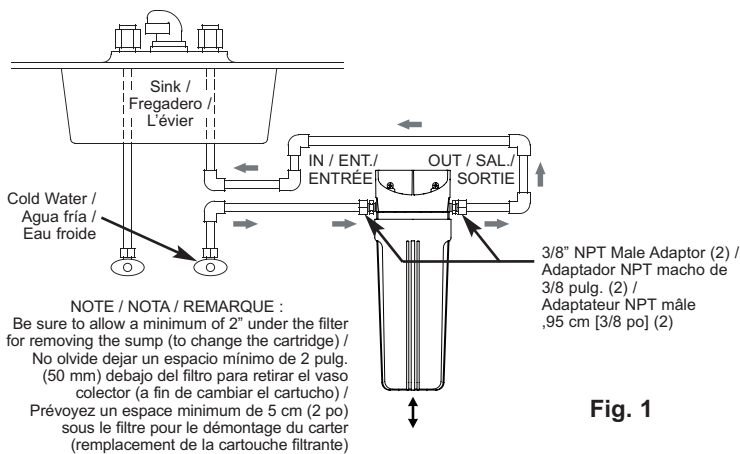

Fig. 1
To filter water to a faucet, install the filtration system on the COLD supply water pipe to that faucet (See Figure 1).
3. Cut out a section of the COLD water supply pipe several inches long, as needed to install the filter as shown in Figure 1.
5. With the IN side of the water filter toward the incoming water, make connections, as shown in Figure 1. When tightening compression nuts, be sure to use a second wrench to hold the 3/8" NPT fitting while turning the nut.
1. Close the water supply shutoff valve to the filter (See Figure 1). To relieve pressure in the filtration system, open the cold water house faucet downstream of the filter.
8. Partially open the faucet downstream of the filtration system. Then, slowly open the water supply shutoff valve (See Figure 1) and allow the filter housing to fill with water.
Pour filtrer l'eau à un robinet, installez le système de filtration sur le tuyau d'alimentation d'eau FROIDE du robinet (voir figure 1).
3. Coupez une section du tuyau d'arrivée d'eau FROIDE sur plusieurs centimètres, assez pour installer le filtre tel qu'illustré à la figure 1.
5. Le côté de l'entrée (IN) étant dirigé vers l'arrivée d'eau, effectuez les raccordements, tels qu'illustrés à la figure 1. Lors du serrage des écrous de compression, prenez soin d'utiliser une deuxième clé pour retenir le raccord ,95 cm (3/8 po) NPT tout en tournant l'écrou.
1. Fermez le robinet d'arrêt d'alimentation d'eau pour le filtre (voir figure 1). Pour relâcher la pression dans le système de filtration, ouvrez le robinet d'eau froide en aval du filtre.